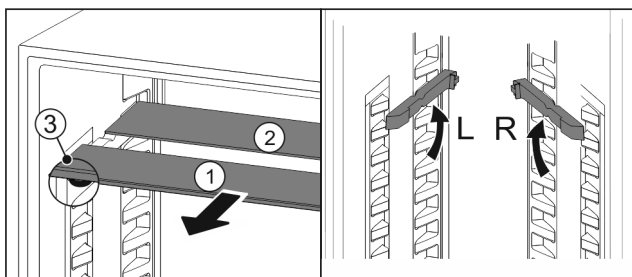

Fig. 198
- Посуньте Fig. 198 (1) скляну панель вперед.
- Скляна панель Fig. 198 (1) з декоративною планкою лежить спереду.
- Стопори Fig. 198 (3) показують вниз.